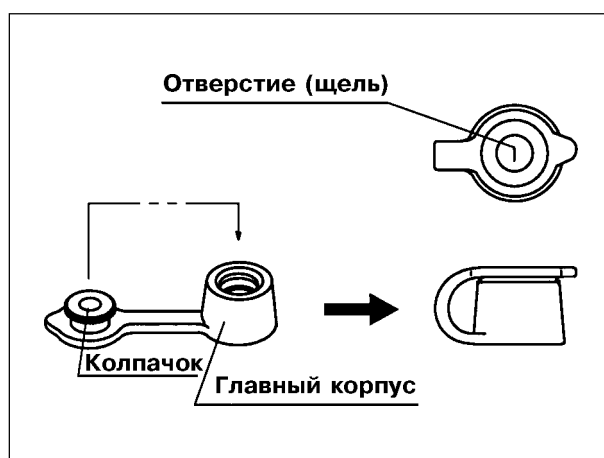

Рис. 3.6.
2. Отверстие в верхней части корпуса биопсийного клапана плотно закройте колпачком, как это показано на рис. 3.6.